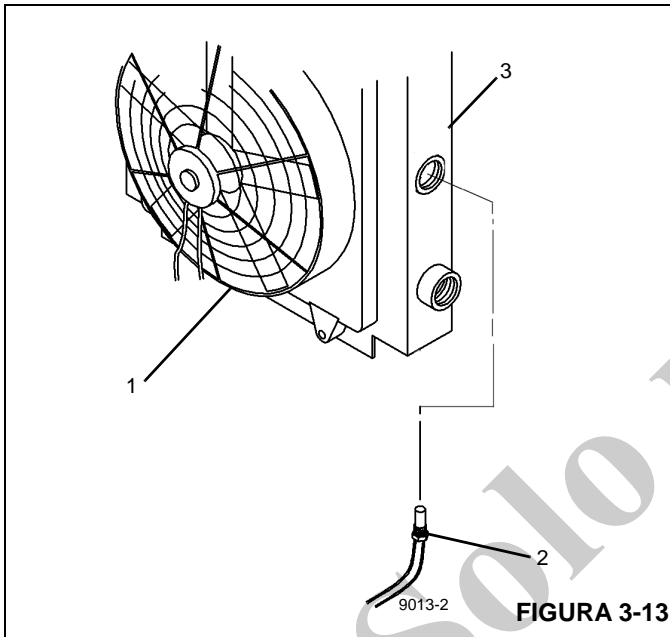

FIGURA 3-13
El enfriador de aceite hidráulico (3, Figura 3-13) se monta en el apoyo de la pluma. Un ventilador eléctrico en la caja del enfriador hace circular una corriente de aire a través del núcleo enfriador cuando el aceite hidráulico alcanza una temperatura de 49°C (120°F).
El sistema eléctrico del enfriador está compuesto por el ventilador eléctrico (1, Figura 3-13), el sensor de temperatura (2) y el relé del ventilador.